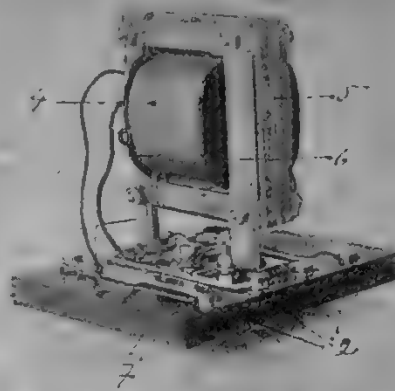

Рис. 6. Элемент усиления низкой частоты.
Отдельные детали усилителей. На рис. 6 представлен элемент усиления низкой частоты (№ 4), где (1) эбонитовая планка; (2)—зажимные винты; (4)—трансформатор (коэффициент трансформации 1:3), (5)—сердечник трансформатора; (6)—стойка из диаманитового материала для крепления трансформатора к эбонитовой планке и (7)—обратные стороны гнезд для включения пожек катодных ламп.